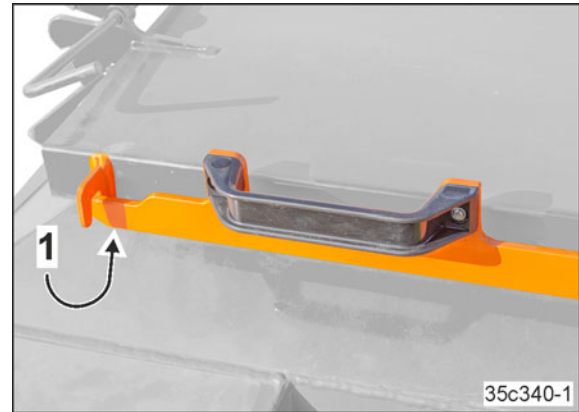

Fig. 229
5. Lock the lever (Fig. 229/1).